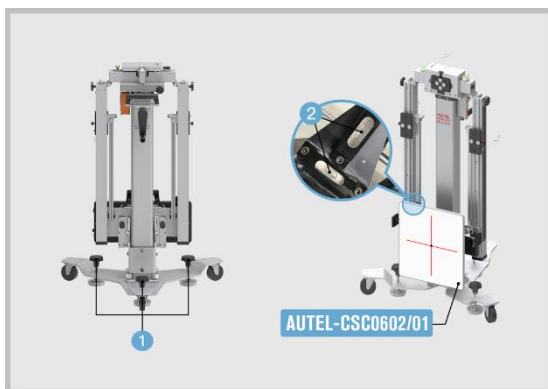

图 3-43 辅助工具定位-4
12. 旋转底座螺栓 (1)，使反射镜 CSC0602/01 的水平仪 (2) 的气泡居中 (参考图 3-43)。
13. 按下按钮开关 (1)，打开辅助板激光器；旋转摇柄 (2)，调整辅助板的高度，使激光束 (3) 照射在右侧雷达传感器表面 (4) 内 (如图所示传感器的圆形表面)，然后关闭辅助板激光器。